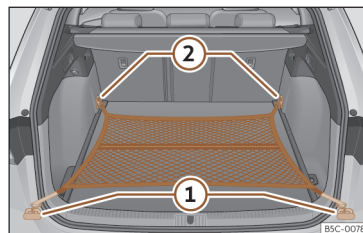

Fig. 126 Na bagageira: saco de rede fixado rente ao piso.
• Fixe os ganchos da rede nas argolas de fixação ① e ②»»» Fig. 126 »»» ⚠. O fecho de correr do saco deve ficar voltado para cima.